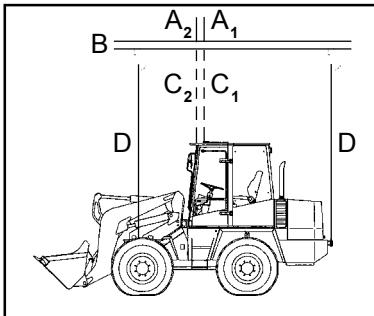

Bild 7-4
- Der Aufnahmepunkt ((7-4/A₁ - Gerät ohne Standardschaufel) bzw. (7-4/A₂ - Gerät mit Standardschaufel)) des Tragmittels (7-4/B) muß genau senkrecht über dem Schwerpunkt (7-4/C₁ bzw. 7-4/C₂) des Gerätes liegen (siehe Bild 7-4), damit sich das Lastaufnahmemittel **waagerecht** über der Längsmittelachse des Gerätes befindet.
- Le point de levage (7-4/A₁ - engin sans godet standard) respectivement (7-4/A₂ - engin avec godet standard) du moyen de levage (7-4/B) doit être exactement à la verticale du centre de gravité (7-4/C₁ resp. 7-4/C₂) de l'engin (voir figure 7-4), de manière à ce que le moyen de levage soit horizontal et parallèle à l'axe longitudinal de l'engin.